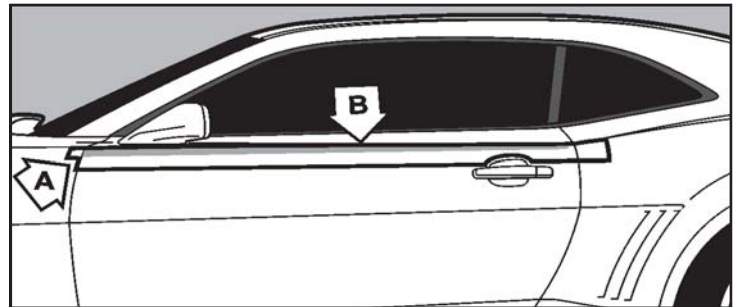

FIGURE 2
3. Mettre la rayure de porte en position au-dessus de la rayure d'aile et aligner le prémasquage avec le rebord avant de la porte. Aligner le rebord supérieur du prémasquage avec le trait profilé dans l'enveloppe de la porte. Appliquer du ruban-cache en travers de la rayure, derrière le rétroviseur de la porte, pour retenir la rayure en position. Couper la pellicule protectrice de la partie avant de la rayure et vaporiser la solution sur le côté adhésif et la porte. Racler les rayures sur la porte. Se reporter à la Figure 2.